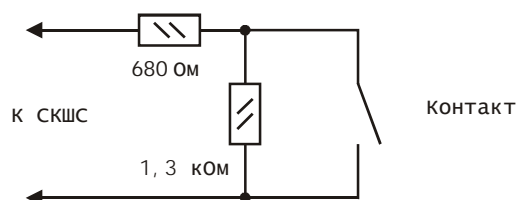
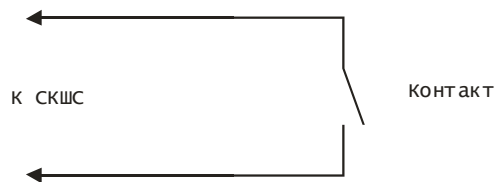

Рис. 2 Типовая схема включения ШС с контролем КЗ и обрыва
Рис. 5 Схема включения ШС без контроля КЗ и обрыва
Схемы включения ШС приведены на Рис. 2 и Рис. 5. Данные схемы справедливы для нормально замкнутых и нормально разомкнутых контактов. Наличие или отсутствие контроля КЗ или обрыва ШС конфигурируется в БЦП (см. Руководство по программированию ППКОПУ 01059-1000-3 «Р-08»).
При подключении одного ШС к СКШС по схеме на Рис. 2, собственный ток потребления СКШС увеличивается на:
При подключении одного ШС к СКШС по схеме на, Рис. 5 собственный ток потребления СКШС увеличивается на:
5.5. Схемы включения ШС приведены на Рис. 2.